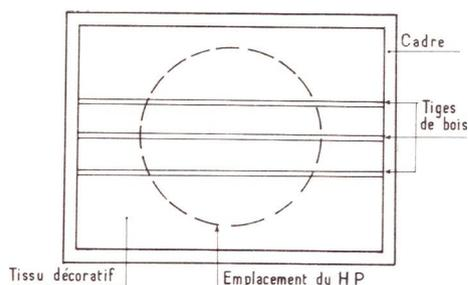

Figure 8
7) Indiquons aussi que l'on trouve dans le commerce des enjoliveurs. Si l'on désire monter un accessoire de ce genre, il devra avoir des dimensions suffisantes et dans ce cas, établir le trou de diamètre Dint de façon à ce que l'enjoliveur puisse se fixer. Un enjoliveur simple se fait avec quelques tiges de bois (voir figure 8).